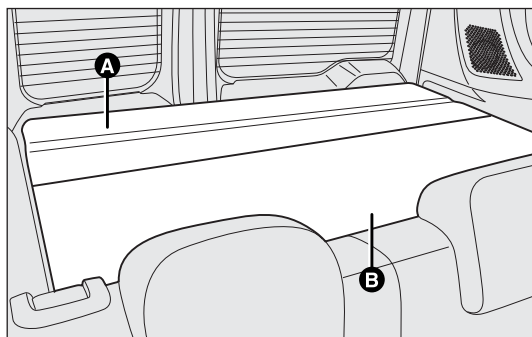
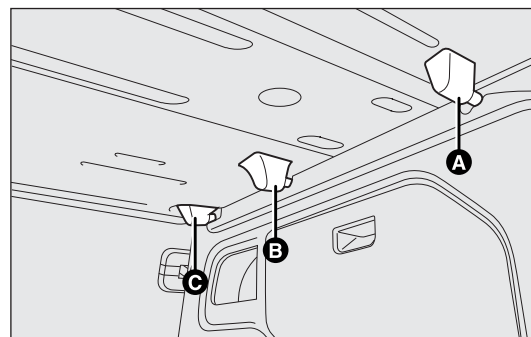

fig. 87
fig. 88
- ☐ abra las puertas de hojas traseras; levante la parte delantera A-fig. 87 desenganchando el perno A-fig. 88 de su alojamiento;
- ☐ levante la parte trasera B-fig. 87 desenganchando los pernos B y C-fig. 88 de sus alojamientos.